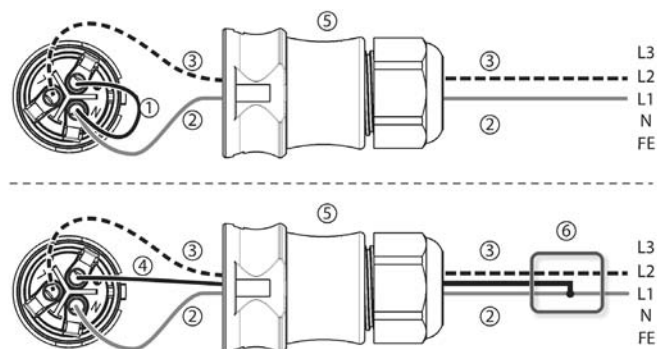

Abbildung 24
- N und L werden wechselrichterseitig zwischen die Außenleiter L1 – L2 angeschlossen. Siehe ② und ③ in Abbildung 24.
- Abbildung 24 zeigt beispielhaft die wechselrichterseitige Verbindung von L1 und FE:
- oben: Verbindung ① im AC-Stecker ⑤
- unten: Verbindung ④ im externen Unterverteiler ⑥
- Abbildung 24: wie oben.
- Verbinden Sie wechselrichterseitig eine der beiden angeschlossenen Phasen mit FE. Stellen Sie die Verbindung entweder im AC-Stecker oder in einem externen Unterverteiler her; siehe dazu Abbildung 24.